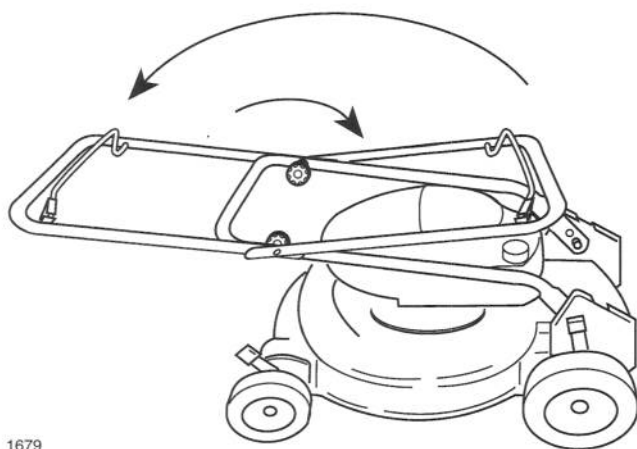

Figure 35
2. Basculer le guidon vers l'avant de la tondeuse (Fig. 35).
4. Pour le remisage à long terme, replier le guidon comme illustré à la figure 35.